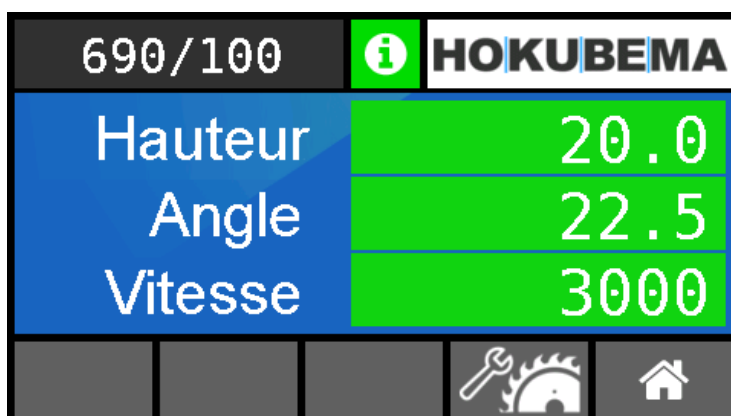

Figure 35 : aperçu de la machine - positions actuelles et vitesse
- En cas de lame de scie mal réglée, une valeur différente de 50,0 mm (par ex. 50,5 mm) apparaît maintenant dans l'aperçu « **Machine >> Hauteur** » (voir ⇨ Figure 35).
- En guise de confirmation, l'affichage revient à l'aperçu de la machine (voir ⇨ Figure 35).
- Dans l'aperçu « **Machine >> Angle** » (voir ⇨ Figure 35), une valeur différente de 0,0° apparaît maintenant (par ex. 0,4°).
→ En guise de confirmation, l'affichage revient à l'aperçu de la machine (voir ⇨ Figure 35).